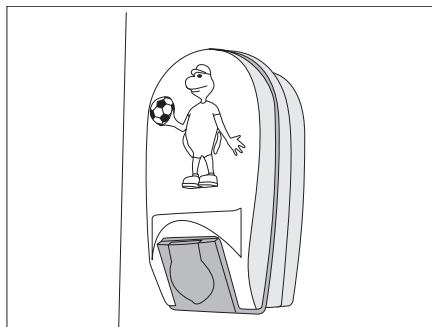

Bild 173 Kinderbettleuchte
- Leuchtenabdeckung der Kinderbettleuchte (Bild 173) leicht zusammendrücken und abnehmen.